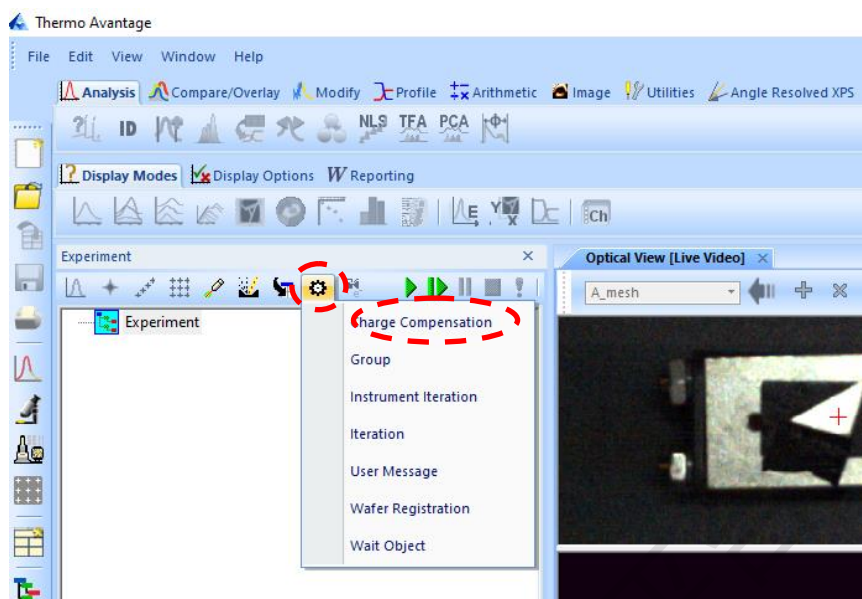

图 12 实验内容设定界面
(8) 点击“Experiment”选项卡, 回到实验设定界面 (图 12)。
- (1) 如图 12, 选择“Charge compensation”插入荷电中和枪 (如样品导电良好, 可跳过);
- (1) 如图 12, 选择“Charge compensation”插入荷电中和枪, 并将 mode 变更为静电模式 “Charge Comp Electrostatic”;